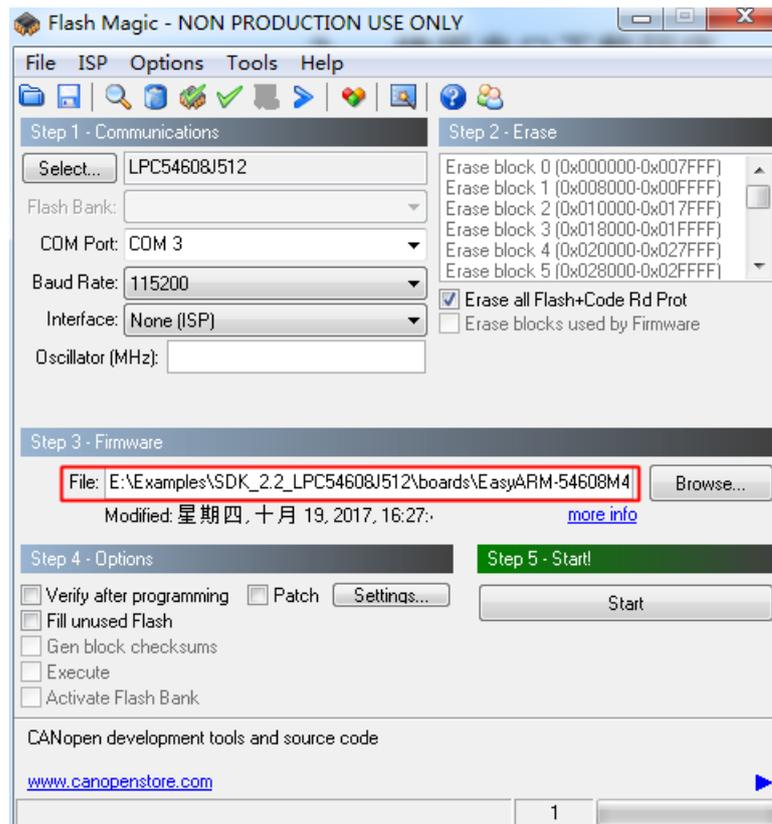

图 3.9 FlashMagic 设置
4. FlashMagic 软件的设置如图 3.9 所示，File 栏选择之前编译生成的 hex 文件 EasyARM-54608M4_led.hex；